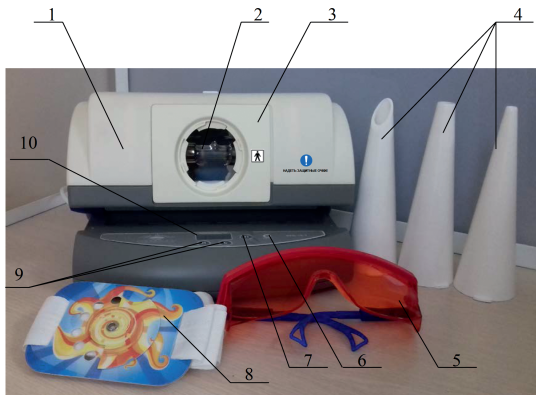

Рисунок 1
6.1. Облучатель в вариантах исполнения ОУФ-10-1 «Солнышко», ОУФ-10-2 «Солнышко» (см. рисунок 1) конструктивно выполнен в сборном пластмассовом корпусе (1),